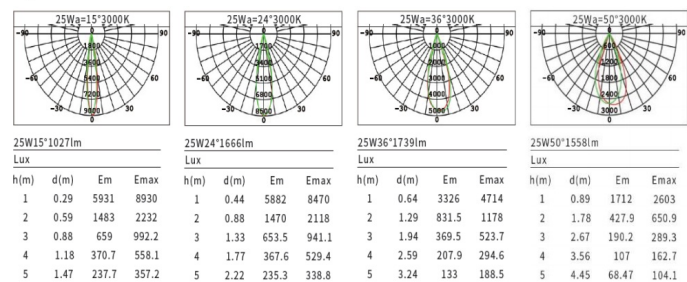

Рисунок 3 — Распределение света для фиксированной цветовой температуры
**Шаг 3:** После завершения установки внешнего кольца (встраиваемых деталей) выполните отделку потолка (например, покрасьте его), чтобы внешнее кольцо стало невидимым (см. Рисунок 3 ниже).